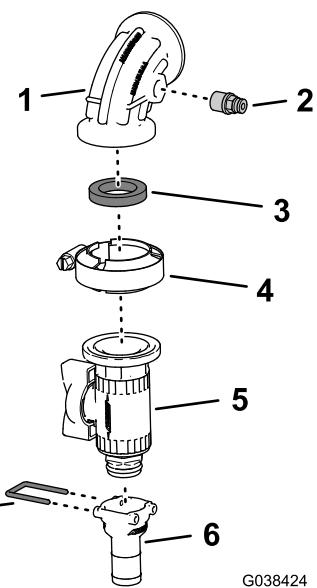

图88
3. 取下将直通宝塔接头 $\frac{3}{4}$ 英寸固定到法兰切断阀的卡环并取下宝塔接头 图88。
4. 将在步骤 2 中卸下的管道连接器装入 90° 弯头的压力端口 图88。
5. 如 图88 所示用法兰夹具4064mm将法兰切断阀安装到 90° 弯头带压力端口和垫片 $1 \times 1\frac{1}{8}$ 英寸上。